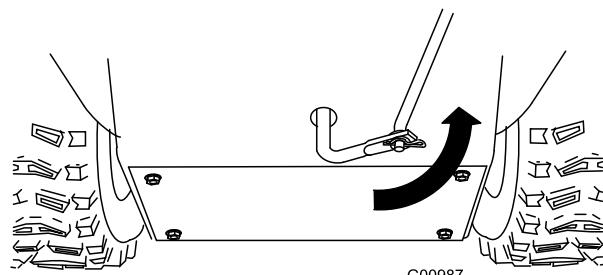

**Figura 11**
3. Togliete la coppia a forcina e la rondella esterna dal barilotto sul lato superiore dell'asta di comando della velocità (Figura 11).
**Nota:** Per agevolare l'installazione lasciate la rondella piana sul barilotto (Figura 11).
6. Sollevate l'asta di comando della velocità ed inserite il barilotto nel foro della leva di selezione della velocità (Figura 11).
- B. Scollegate il barilotto dalla leva del selettore della velocità (Figura 11).
- C. Abbassate il barilotto sull'asta di controllo della velocità (senso orario) (Figura 11).
- D. Collegate il barilotto alla leva del selettore della velocità (Figura 11).